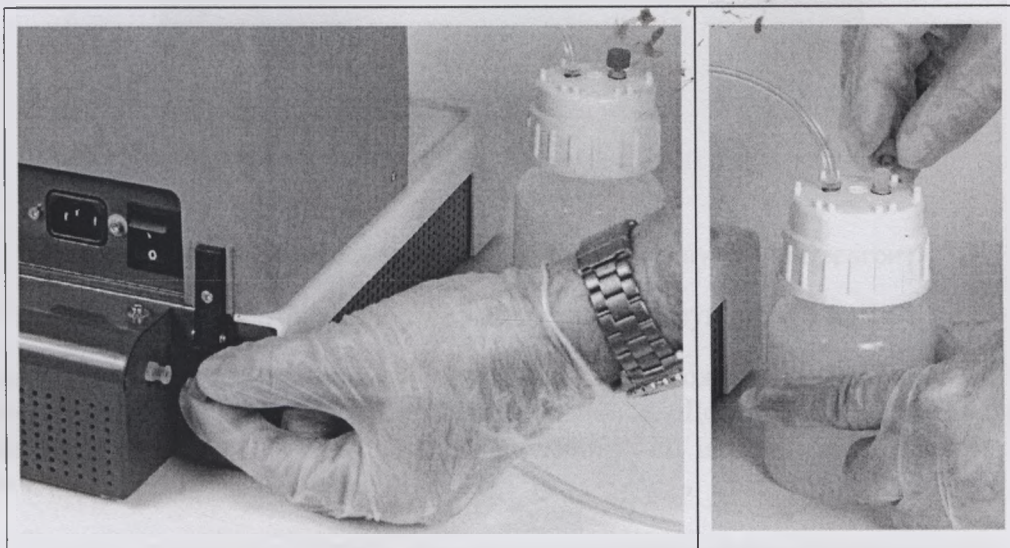

Рисунок 3-9. Удаление красных люэровских заглушек
1. Удалите красные люэровские заглушки в левой части корпуса напорной/вакуумной системы и из резервуара для реагента (рисунок 3-9). Красные люэровские заглушки предотвращают попадание частиц в напорную/вакуумную систему.